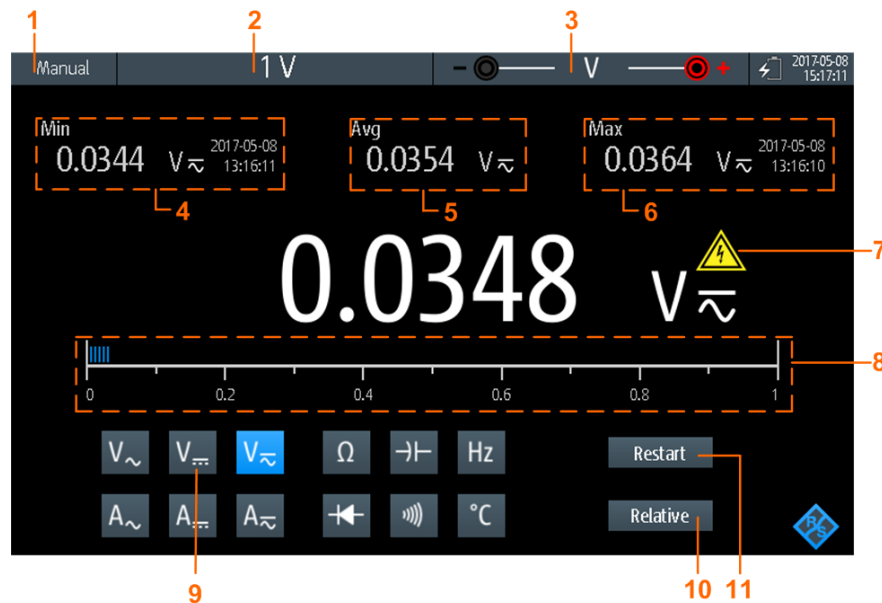

Bild 7-2: Anzeige des Digitalmultimeters
3. Wählen Sie die Messart aus (Nr. 9 in Bild 7-2).